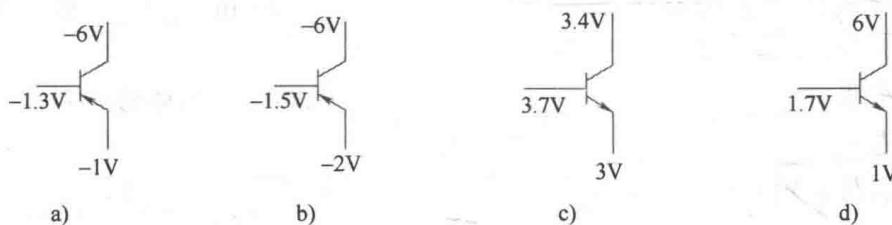

图 1-5 晶体管的工作状态
13. 测得某处在放大状态中晶体管各极电压如下：①脚电压为 0V，②脚电压为 6V，③脚电压为 0.7V，则①脚为_____极，②脚为_____极，③脚为_____极，是_____管（锗、硅），是_____型（PNP、NPN）。
14. 某晶体管管脚①流进 2mA，②流出 1.95mA，③流出 0.05mA，则①脚为_____极，②脚为_____极，③脚为_____极，是_____型（PNP、NPN）。
15. 晶体管三个极对地电位如图 1-5 所示，判断晶体管的工作状态。